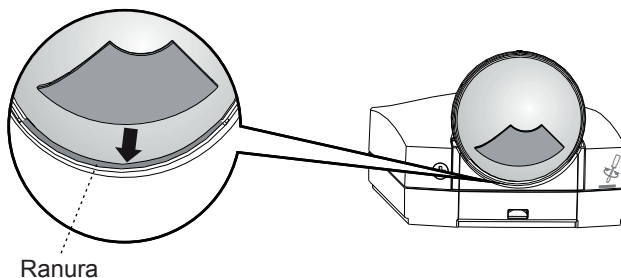
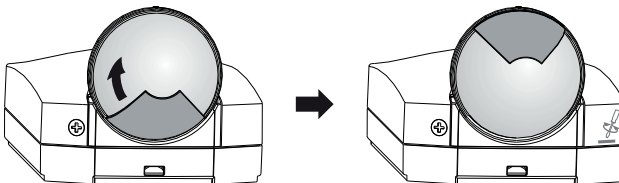

FIG.22
FIG.23
- Fije el protector de la lente: ajuste el protector de la lente a lo largo de la ranura (ver FIG. 22), luego gírelo a la derecha o a la izquierda. (ver FIG.23).